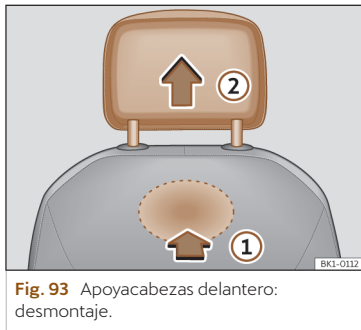

Fig. 93 Apoyacabezas delantero: desmontaje.
- Para desbloquearlo, busque el rebaje situado en la parte posterior del respaldo por la zona marcada y presione en el sentido de la flecha >>> fig. 93 ①.
- Extraiga el apoyacabezas en el sentido de la flecha ②.